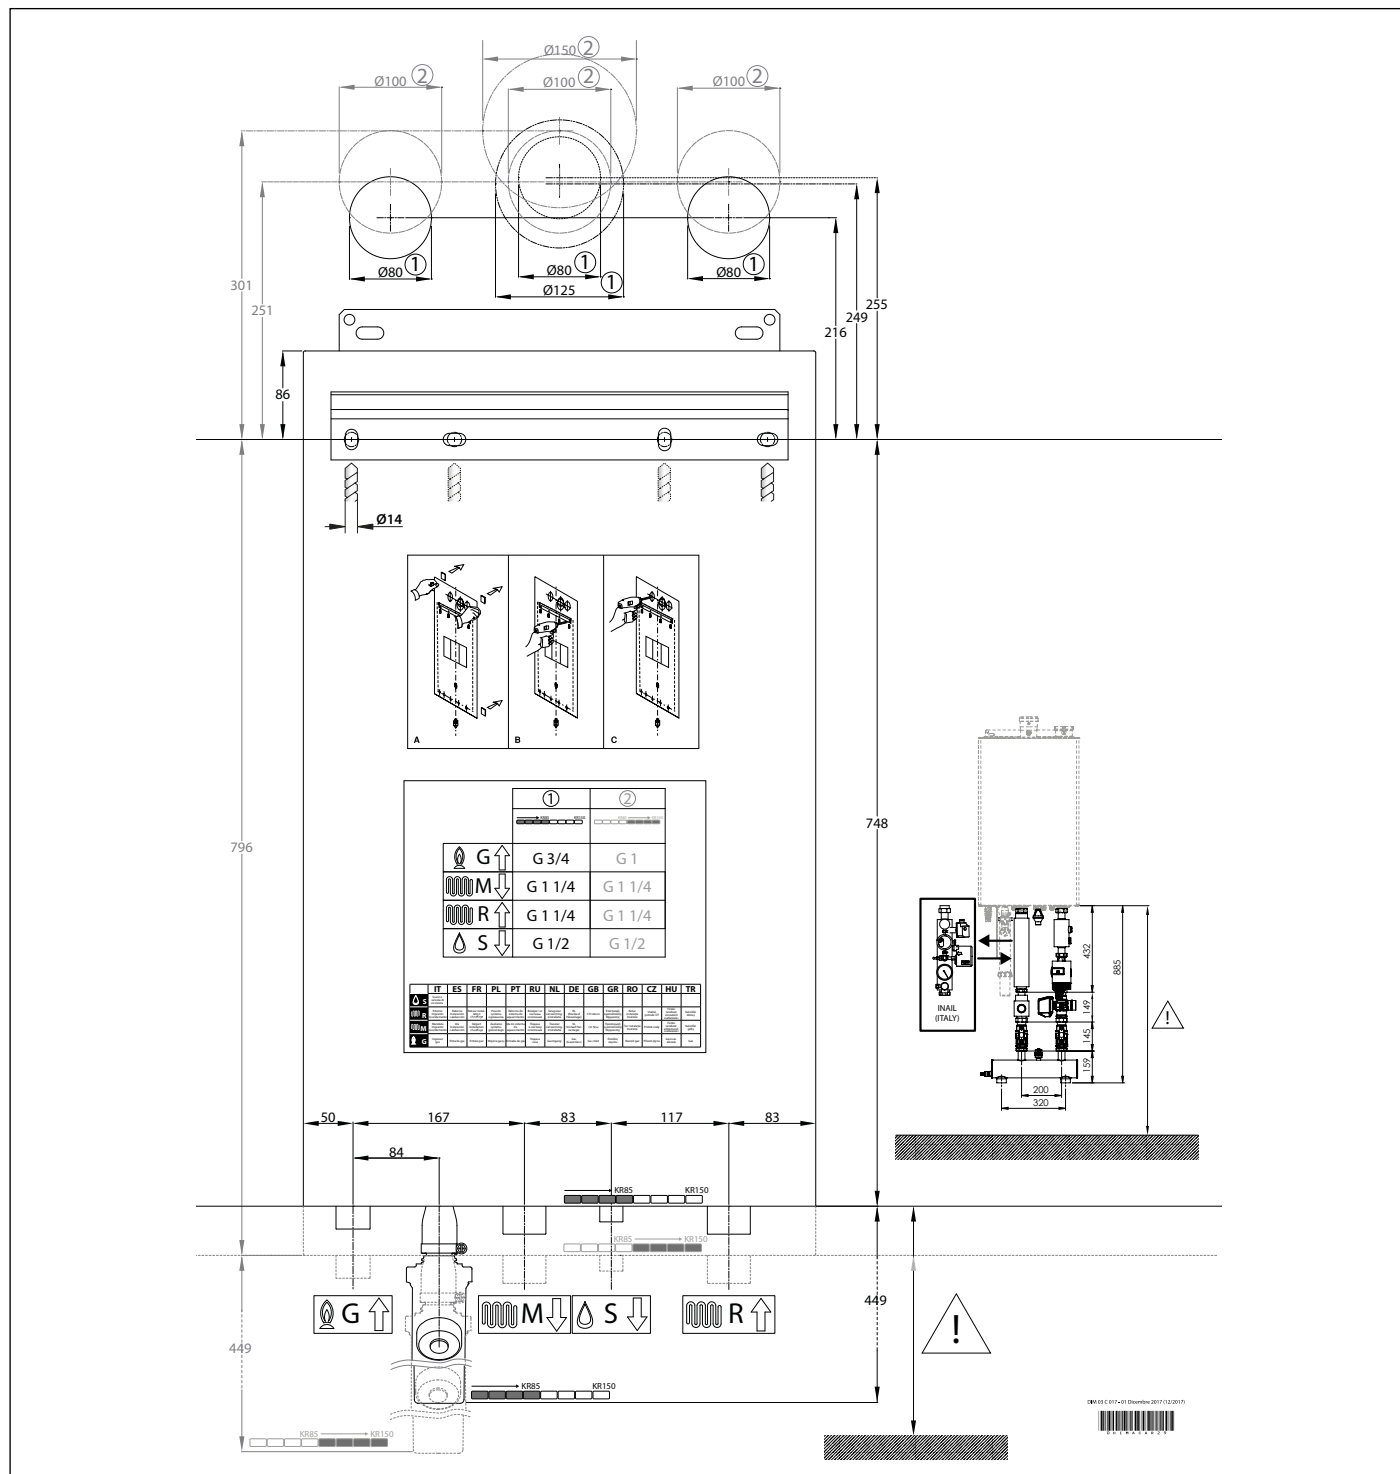

Рис. 9 Паперовий шаблон.
- Монтажний паперовий шаблон (див. Рис. 9 Паперовий шаблон.).
Кожний котел забезпечений спеціальним паперовим шаблоном, що знаходиться в упаковці (див. Рис. 9 Паперовий шаблон.). Шаблон дозволяє забезпечити правильне розташування труб, підключених до системи центрального опалення і газової мережі, а також каналів повітрязабірника і випуску димового газу, під час реалізації водяної системи і перед монтажем бойлера. Цей шаблон виготовлений з міцного паперового листа, який, за допомогою рівня, кріпиться на стіну, призначену для установки котла.